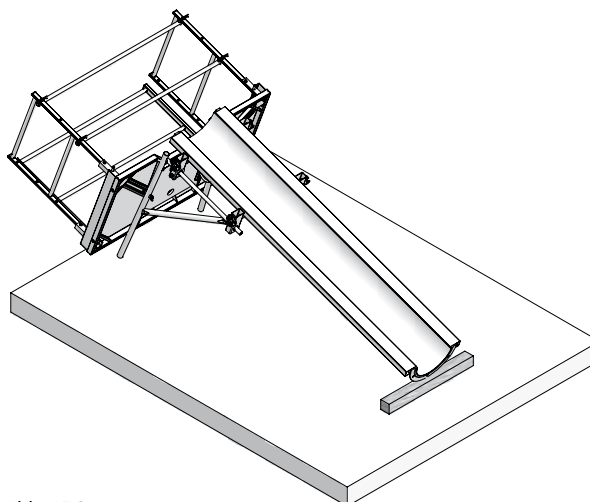

Abb. 15.3
5. Zur Reinigung die Halbschale auf die Circo-Bühne ablegen (Abb. 15.3).